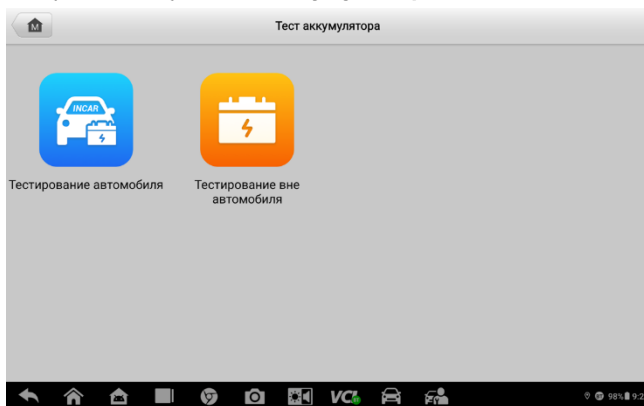

Рисунок 6-3 Экран теста аккумулятора
1. Нажмите приложение **Тест аккумулятора** в меню заданий OTOFIX. Отобразится экран Тест аккумулятора (см. Рисунок 6-3 Экран теста аккумулятора).